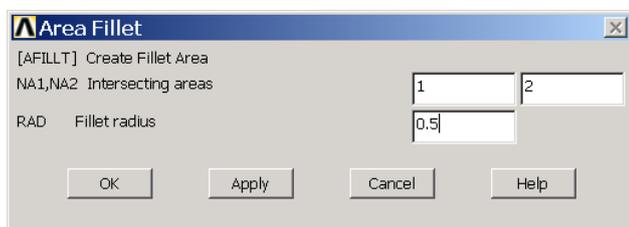

图3.28 对面进行倒角设置
(1) 单击 **Main Menu> Preprocessor> Modeling> Create> Areas> Area Fillet** 菜单，弹出图形拾取对话框，选择想要倒角的两个面，然后单击【OK】按钮，弹出如图 3.28 所示的对话框。